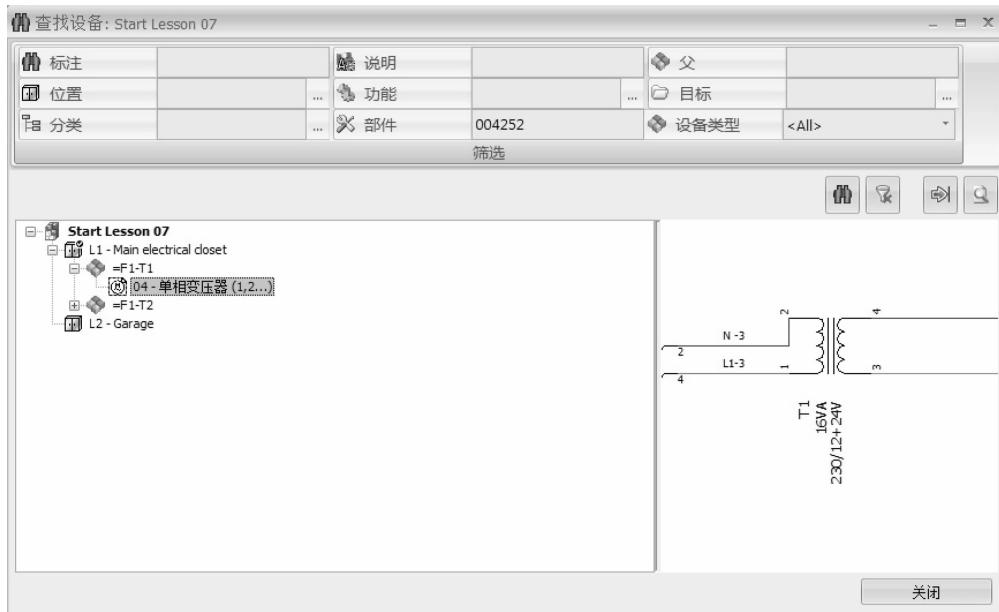

图 7-12 检查更改
**步骤 13 检查更改** 在【设备导航器】中右击工程名称，单击【搜索设备】，在【部件】中填写【004252】，得到如图 7-12 所示结果。